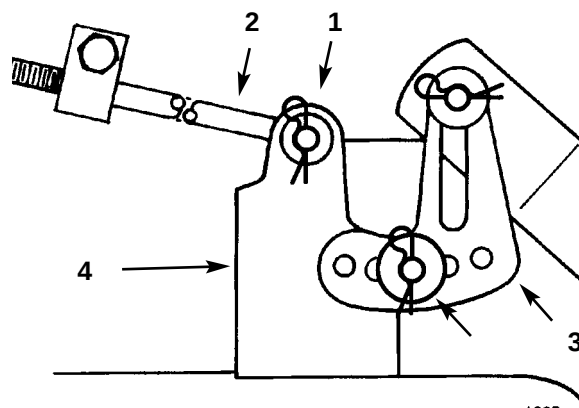

Fig. 45
7. Stik enden af den lange stang gennem hullet i klippeenhedsmonteringen (fig. 45). Montér skiven og hårnålesplitten for at fastholde stangen. Gentag dette punkt i den modsatte side af klippeenheten.
8. Montér klippeenhedens rillede indstillingsbeslag på stiftet på klippehøjdearmen (fig. 45). Montér skiven og hårnålesplitten for at fastholde klippeenheten. Gentag dette punkt i den modsatte side af klippeenheten.